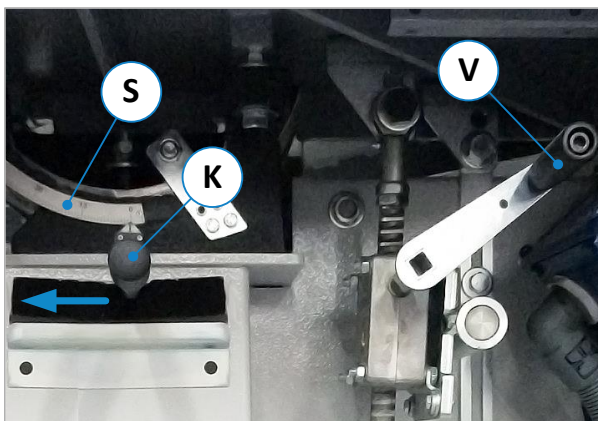

Abbildung 69: Tischschwenkeinrichtung
- Lösen Sie zunächst die Klemmung, indem Sie den Klemmhebel (K) ganz nach links schwenken (siehe Pfeilrichtung in ⇒ Abbildung 69).
- Stellen Sie den gewünschten Neigungswinkel für den Maschinentisch mit der Handkurbel (V) und durch Ablesen der Winkelskala (S) ein.
- Fixieren Sie die eingestellte Position, indem Sie den Klemmhebel (K) wieder in die rechte Stellung zurückschwenken.